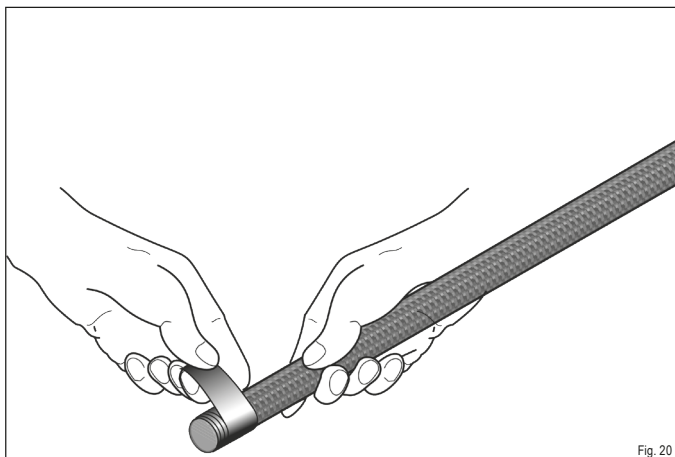

Fig. 20
- ▶ Enveloppez le nouveau joint avec le ruban de cuivre d'un côté sur une longueur d'environ 3 cm (Fig. 20).